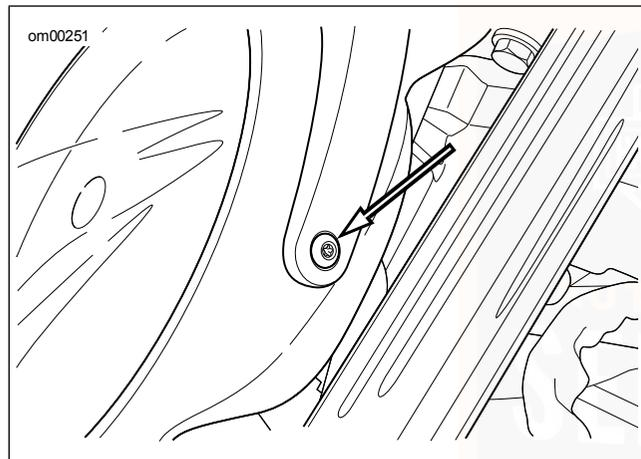

Abbildung 44. Scheinwerferausrichtungs-Befestigungsteil (typisch)
1. Siehe Abbildung 44. Die Befestigungsteile etwas lockern; der Scheinwerfer muss noch fest sitzen.